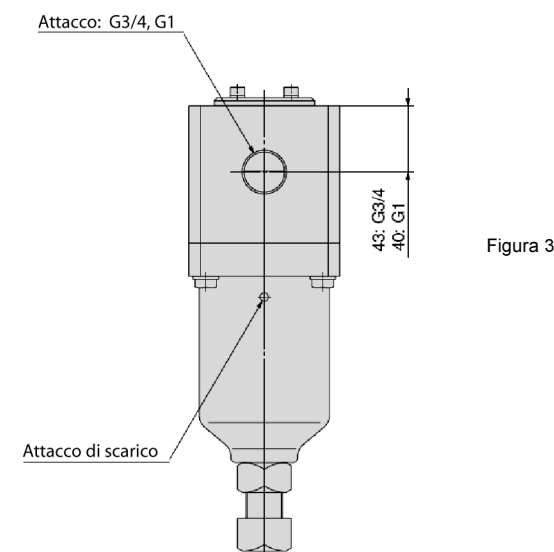

Figura 3
- L'aria viene scaricata dagli attacchi di scarico quando la pressione dell'attacco 'OUT' si trova al di sopra del punto di regolazione. Assicurarsi che il getto d'aria, il volume dell'aria e i disturbi non provochino un pericolo. Vedi Figura 3.
- La pressione secondaria va impostata ruotando la vite di regolazione ubicata nella parte inferiore del regolatore. Vedi Figura 3. Allentare prima il controdado.